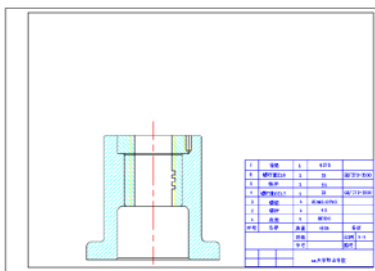

图 14.70 旋转效果
(16) 单击【修改】面板中的【旋转】按钮, 选择对象为螺套, 旋转角度为-90, 完成后的效果如图 14.70 所示。